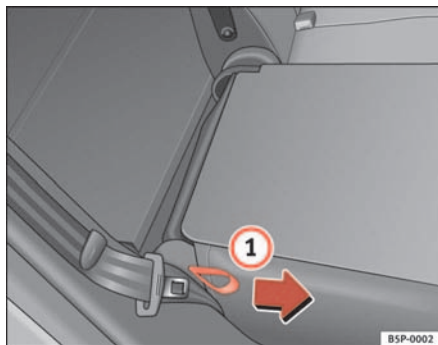

Abb. 97 Umklappen bzw. Aufrechtstellen der Rücksitzlehne
- Ziehen Sie an der Schleife auf der Seite des Sitzes ⇒ Abb. 97 **1**.